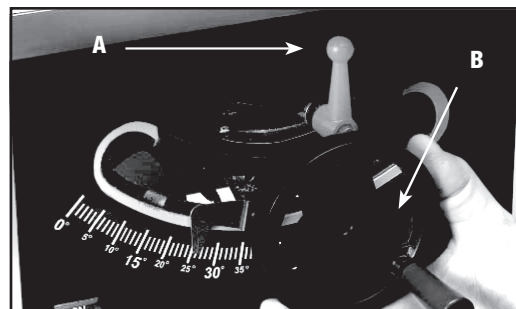
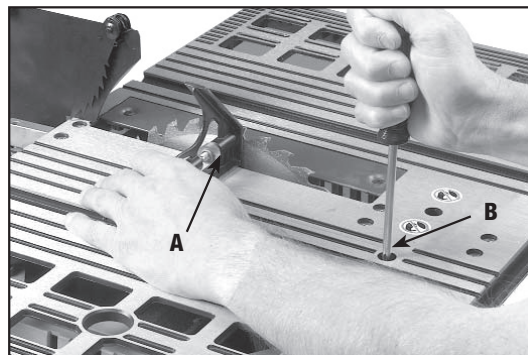
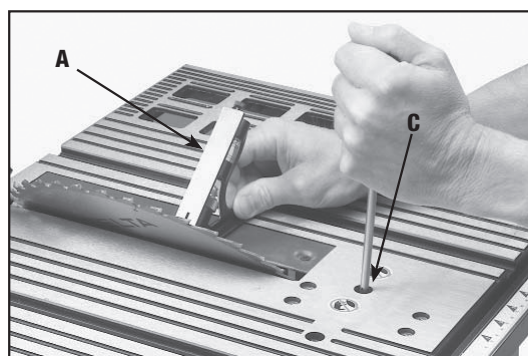

Fig. 30
Fig. 31
Fig. 32
Para inclinar la hoja de la sierra, afloje el mango de bloqueo (A), Fig. 30, y mueva el volante (B) hasta que la hoja quede en el ángulo deseado. Ajuste el mango de bloqueo (A).
2. Afloje el mango de bloqueo de inclinación de la hoja (A), Fig. 30, mueva el mecanismo de inclinación de la hoja (B) hacia la izquierda, tan lejos como sea posible, y ajuste el mango de bloqueo de inclinación de la hoja (A).
3. Coloque una escuadra (A), Fig. 31, en la mesa con uno de sus extremos contra la hoja y verifique que la hoja esté a 90 grados de la mesa. De lo contrario, afloje el tornillo (B) Fig. 31, y mueva el mecanismo de inclinación de la hoja hasta que ésta quede a 90 grados de la mesa. Ajuste el mango de bloqueo de inclinación de la hoja (A), Fig. 30, y el tornillo (B), Fig. 31, hasta que se detenga.
2. Afloje el mango de bloqueo de inclinación de la hoja (A), Fig. 31, mueva el mecanismo de inclinación de la hoja (B) hacia la derecha, tan lejos como sea posible, y ajuste el mango de bloqueo de inclinación de la hoja (A).
3. Coloque una escuadra (A), Fig. 32, en la mesa con un extremo de la escuadra contra la hoja y verifique que la hoja esté a 45 grados de la mesa. De lo contrario, afloje el tornillo (C) Fig. 32, y mueva el mecanismo de inclinación de la hoja (B), Fig. 30, hasta que ésta quede a 45 grados de la mesa. Ajuste el mango de bloqueo de inclinación de la hoja (A), Fig. 30, y el tornillo (C), Fig. 32, hasta que se detenga.